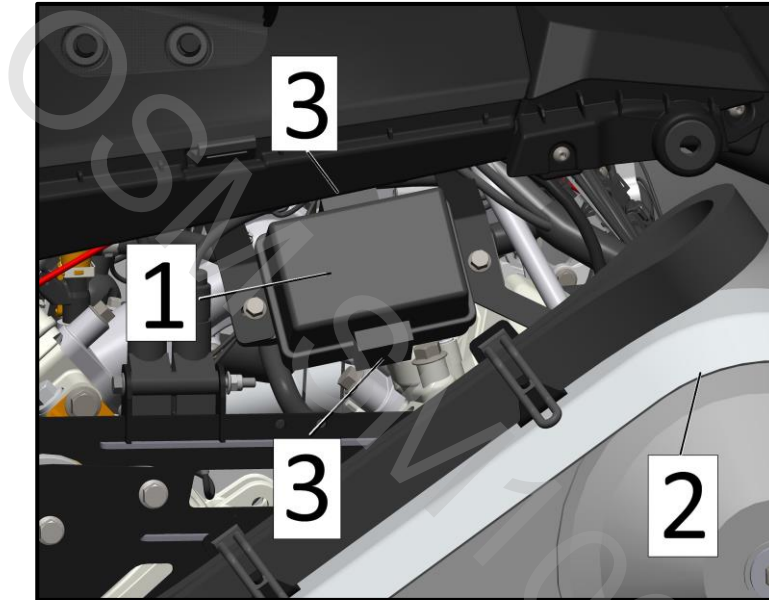

Рис. 34
3. При необходимости снимите защитный кожух вариатора (поз. 2, рис. 34).
4. Освободите защелки (поз. 3, рис. 34) блока предохранителей с обеих сторон (для удобства используйте отвертку с плоским шлицем).
5. Снимите крышку блока предохранителей (поз. 1, рис. 34).